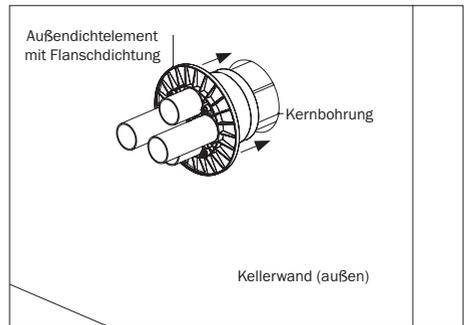

Abbildung 5.4: Außendichtelement in Kernbohrung
- Schieben Sie das Außendichtelement außenseitig über die Mantelrohre bis in die Kernbohrung, so dass der Flansch des Außendichtelements an der Kellerwand liegt (s. Abbildung 5.4).